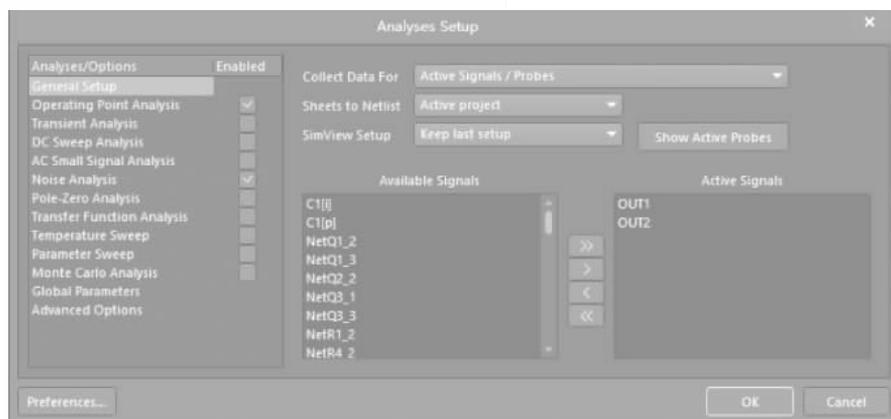

图 3-68 设置仿真参数界面 1
- (1) 在 AD 主界面主菜单下选择 Design→Simulate→Mixed Sim。
- (2) 打开如图 3-68 所示的 Analyses Setup(分析设置)界面,按下面参数设置:
- ① 选中 Operating Point Analysis 和 Noise Analysis 选项,执行直流工作点和噪声分析功能。